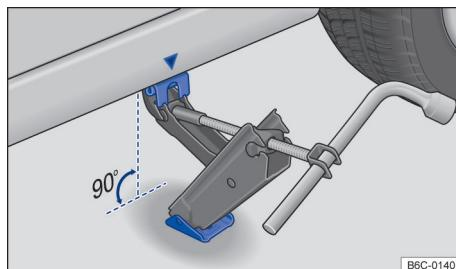

Fig. 166 Pontos de apoio do macaco e macaco posicionado no lado esquerdo traseiro do veículo.
9. Garantir que a base do macaco, com toda sua superfície, esteja sobre o chão e que a base se encontre perpendicularmente abaixo do ponto de colocação → Fig. 166.
10. Alinhar o macaco e, simultaneamente, levantar a garra do macaco até ela se encaixar na travessa debaixo do veículo → Fig. 166.
- Posicionar o macaco somente nos pontos indicados. A garra do macaco deve se encaixar no perfil da longarina de forma segura → Fig. 166.